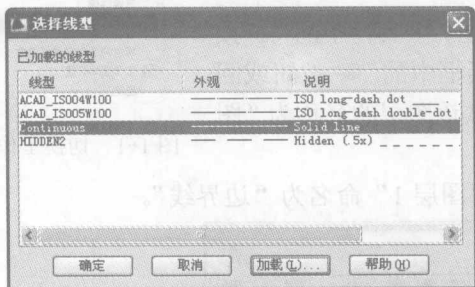
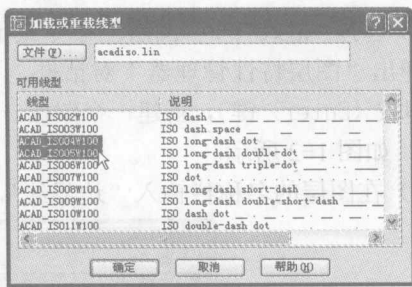

图 1-5 “选择线型”对话框
图 1-6 “加载或重载线型”对话框
7) 按照上述方法可再创建边框层、标注层、粗实线层、点画线层、双点画线层、文字层、细实线层、虚线层, 并分别设置它们的颜色、线型和线宽。设置点画线层、双点画线层、虚线层的线型时, 单击该图层的线型 Continuous 区域, 弹出如图 1-5 所示的“选择线型”对话框。在默认情况下, 该对话框中只有一种线型, 即连续线型 Continuous。要设置非连续线型, 单击对话框中的“加载”按钮, 弹出如图 1-6 所示的“加载或重载线型”对话框。按住键盘上的 <Ctrl> 键, 依次选择 ACAD_ISO04W100、ACAD_ISO05W100、HIDDEN2 三种线型, 单击“确定”按钮, 即可将三种非连续线型加载到“选择线型”对话框中。